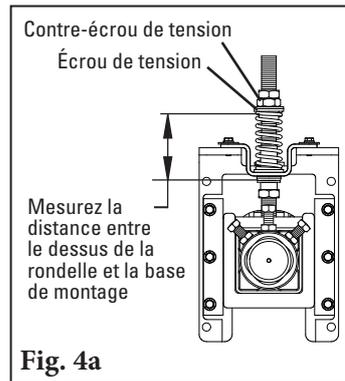
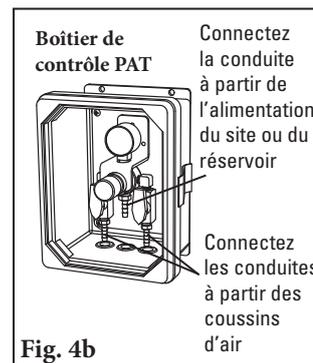
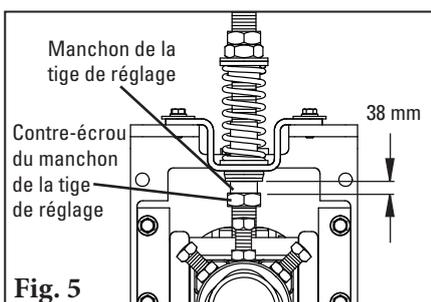

Fig. 4a
Fig. 4b
Fig. 5
Desserrez les contre-écrous de tension supérieurs des deux côtés. Tournez les écrous de tension jusqu'à atteindre la compression de ressort appropriée (Fig. 4a). La compression du ressort est déterminée par sa longueur. Pour connaître la longueur de ressort requise en fonction de la largeur de la bande, reportez-vous au tableau ci-contre à droite.
4b. **Système de tension à air :** À l'aide des pièces fournies, connectez une conduite à chaque coussin d'air et acheminez les conduites vers la sortie du boîtier de contrôle (Fig. 4b). **REMARQUE :** vérifiez que les conduites sont à bonne distance de la bande. Connectez la conduite de l'entrée du boîtier vers l'alimentation du site ou le réservoir d'air. Vérifiez l'étanchéité des raccords et réglez la pression comme indiqué dans le tableau ci-contre. La pression peut être réduite en fonction de l'application. Pour connaître la pression d'air requise en fonction de la largeur de la bande, reportez-vous au tableau ci-contre à droite.
Après avoir réglé la tension des lames, vissez le ou les manchons de tige de réglage dans la buse de guidage UHMW jusqu'à ce qu'ils dépassent de 38 mm (Fig. 5). Serrez le contre-écrou du manchon de la tige de réglage.
5. **Réassemblez le système de tension SAT XD.** Retirez trois vis de la plaque de support du coussin d'air (Fig. 4a). Tournez l'insert fileté dans la plaque de support. Tournez également l'insert fileté dans le trou du montage de l'axe (Fig. 4b). Assurez-vous que 6 mm de l'insert fileté dépassent encore, puis tournez le coussin d'air sur l'insert fileté et serrez (Fig. 5).